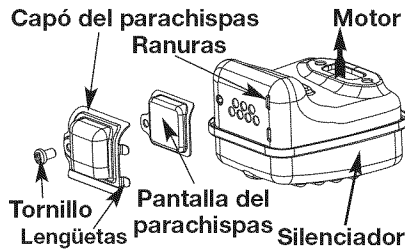

Fig. 17
2. Localice el silenciador, pero no lo quite. Busque el tornillo en la parte inferior del silenciador (Fig. 17). Quite el tornillo usando una llave torx No. 20 o un destornillador plano.